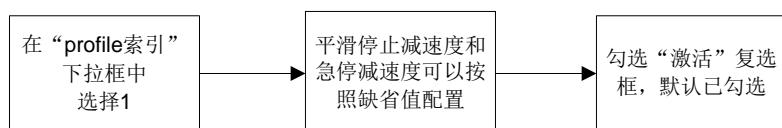

图 4-20 开环模式下 profile 配置流程
- (3) 切换至’profile’页。开环模式下 profile 配置流程如图 4-20 所示。